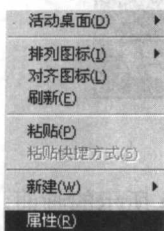

图 1-1 桌面快捷菜单选项
(1) 用户在 Windows XP/2000 操作系统桌面上的空白处右击, 在弹出的快捷菜单中选取“属性”命令, 如图 1-1 所示。